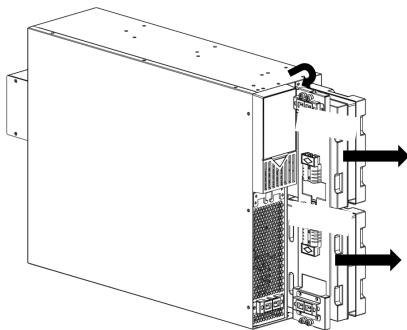

Figure 12
3. Retirez les deux modules directement à l'avant de l'onduleur. (FIG. 12)